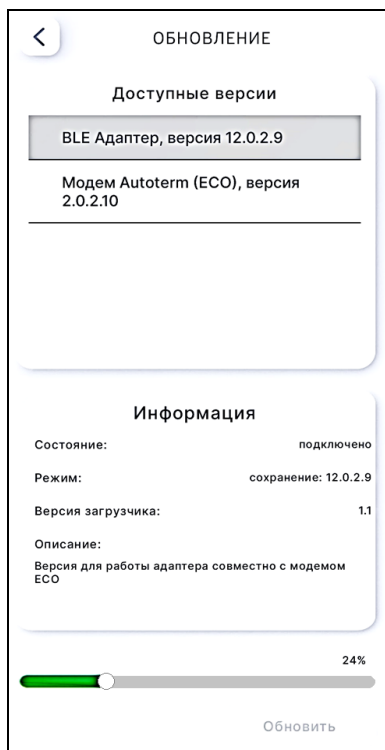

Рис. 34. Обновление BLE-адаптера
2. Выберете Ваше устройство управления и коснитесь «Обновить» (Рис. 34).